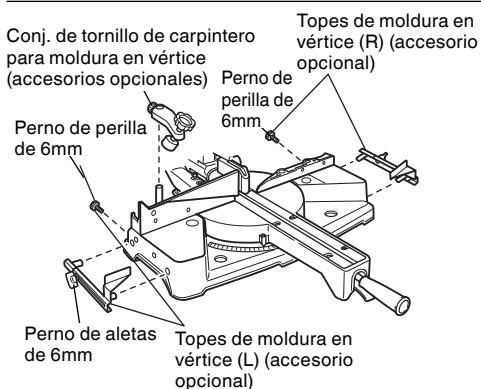

Fig. 40-a
- (1) Las topes de moldura en vértice (L) y (R) (accesorios opcionales) permiten facilitar los cortes de la moldura en vértice, sin inclinar la hoja de sierra. Instálelas en ambos lados de la base, tal como se muestra en la Fig. 40-a. Despues de la insercion, apriete el perno de perilla para asegurar los topes de moldura en vértice. [Accesorios opcionales utilizados]
- Conj. de tornillo de carpintero para moldura en vértice (Incluye tope de moldura en vértice (L))
- Tope de moldura en vértice (L)
- Tope de moldura en vértice (R)